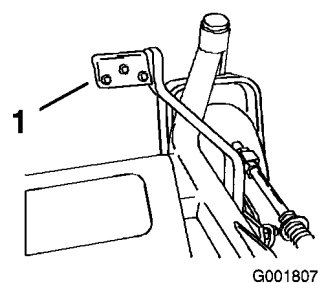

Bild 25
2. Drücken Sie den gefederten Hebel und ziehen Sie den Schnitthöhenhebel nach oben (Bild 25).